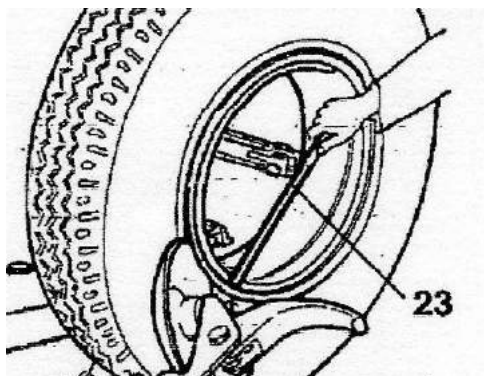

Рисунок 28
- Установите диск бортоотгибателя вровень в ободом (см. Рисунок 28).
- Повторите эту процедуру, но на этот раз поместите диск вплотную к разъёмному кольцу (см. Рисунок 28), пока высвобождается стопорное кольцо. Извлеките его с помощью специального LC-рычага (поз. 23, Рисунок 28) или с помощью диска.
- Повторите эту процедуру, но на этот раз поместите диск вплотную к разъёмному кольцу (см. Рисунок 28), пока высвобождается стопорное кольцо. Извлеките его с помощью специального LC-рычага (поз. 23, Рисунок 28) или с помощью диска бортоотгибателя.